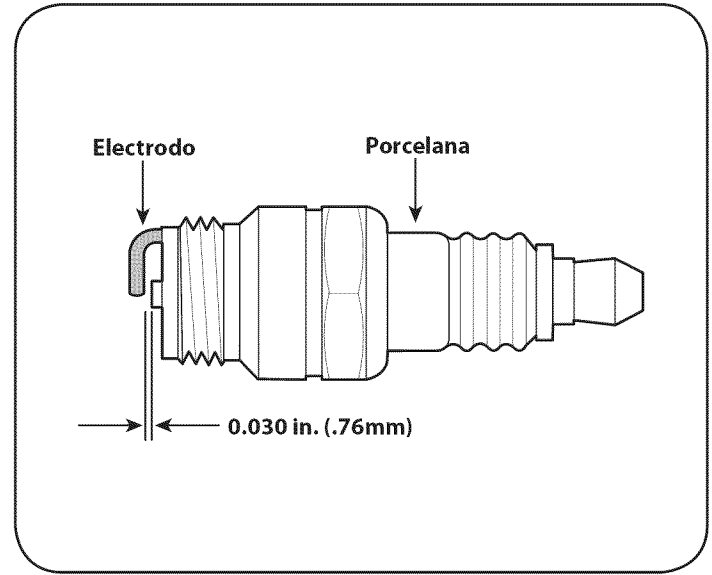

Figura 16
4. Compruebe el entrehierro con un calibrador de alambre. La separación correcta es 0,030 in. (0,76 mm). Vea la Figura 16. Si es necesario, reajuste el entrehierro.